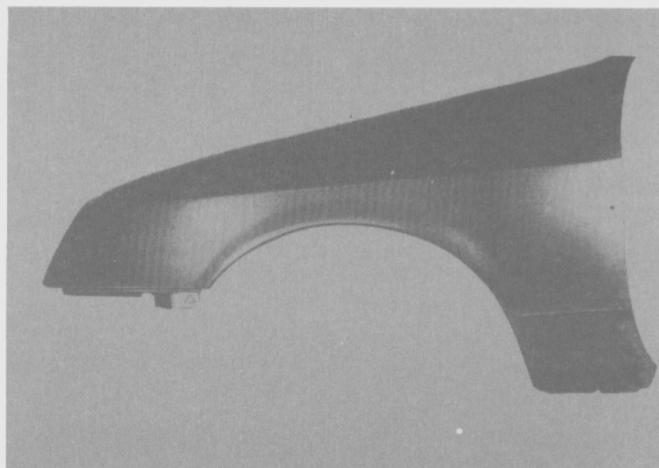

Fig. 95
- Limpiar las superficies de contacto de las pestañas del nuevo guardabarro (Fig. 95).